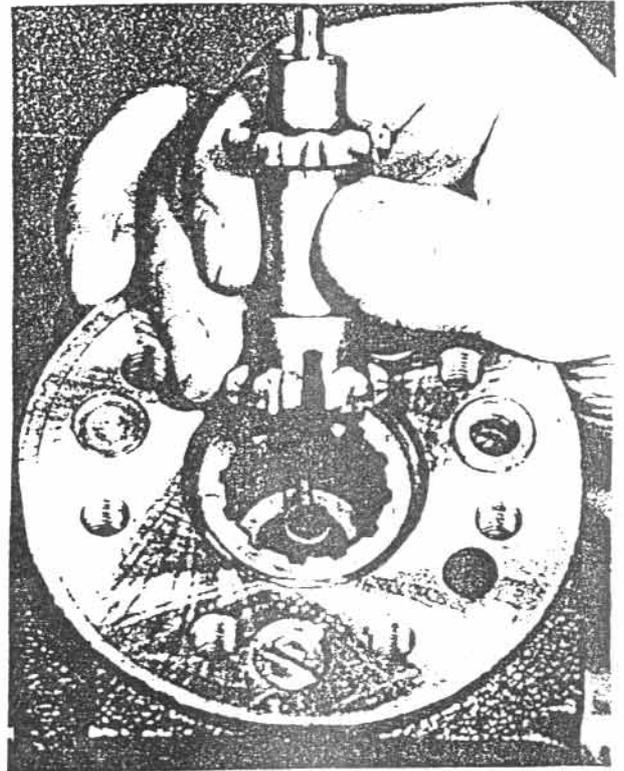

Рис. 8.29
- Ставится шарнирный вал 38 в определенном положении в командном плунжере так, чтобы подшипниковая игла 35 вошла в его прорезь. /См. рис. 8.29/.